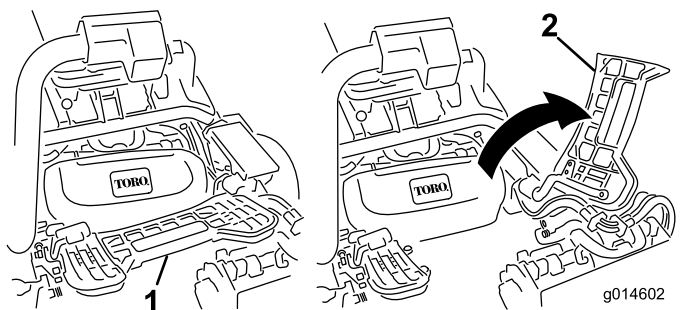

Figura 42
1. Sollevate il poggiapiedi e ruotatelo per aprirlo, creando accesso alla posizione dell'apparato di taglio centrale (Figura 42).